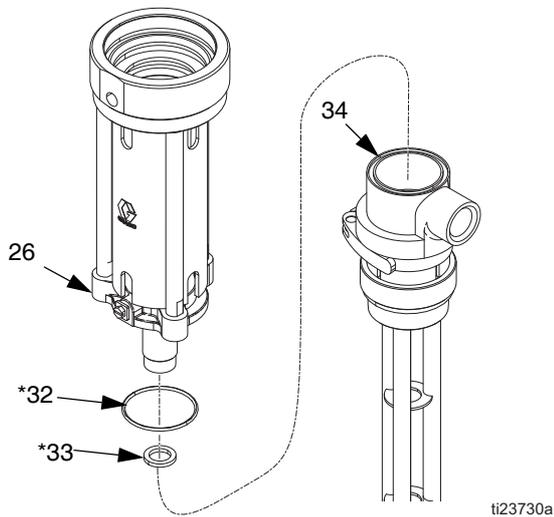

FIG. 23
11. Svitare la flangia di fissaggio (26) dal corpo della pompa (34). Rimuovere l'anello a O (32\*) e la guarnizione PTFE (33\*) dal corpo della pompa (34). Ispezionare tutte le parti per rilevare eventuali danni. Vedere FIG. 23.
**NOTA:** Allineare una fessura inferiore del shield (75) e usare pin tool (69) per allentare hex nut/packings dall'albero della pompa.